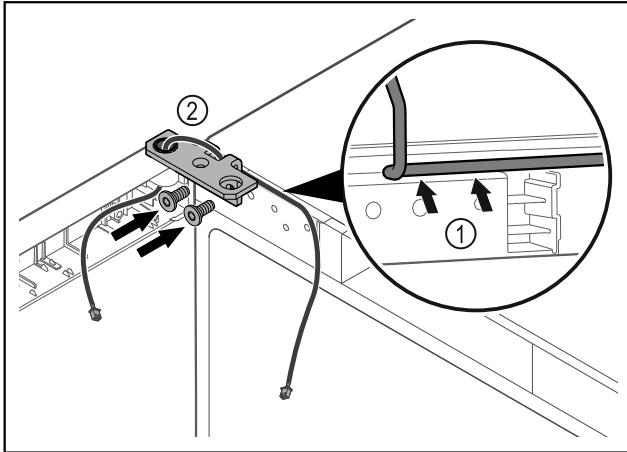

Fig. 35
- ▶ Kabel durch die Ausparung des Scharnierwinkels führen und vorsichtig verlegen Fig. 35 (1).
- ▶ Scharnierwinkel Fig. 35 (2) anschrauben.